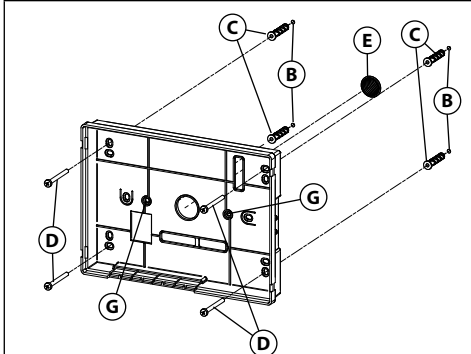

Fig. 4
3. Poser la base de l'interphone vidéo sur le mur à une hauteur de 135 cm environ (**Fig. 3**) du plancher fini et prendre les références pour les trous de fixation (B) (**Fig. 4**), en considérant que les conducteurs (E) (**Fig. 4**) doivent passer à travers l'ouverture (F) (**Fig. 4**). Si le boîtier encastrable 503 est utilisé pour la sortie murale des conducteurs, le murer en position verticale en laissant environ 140 cm entre la base et le plancher fini.
4. En consultant la **Fig. 4**, réaliser les trous (B), y insérer les chevilles à expansion (C) et fixer la base de l'interphone vidéo au mur à l'aide des vis (D) en prenant soin de passer les conducteurs (E) à travers la fente (F). Si le boîtier encastrable 503 a été utilisé, fixer la base sur le mur par les trous (G) (lentement avec les languettes de fixation du 503) en utilisant les vis (D).